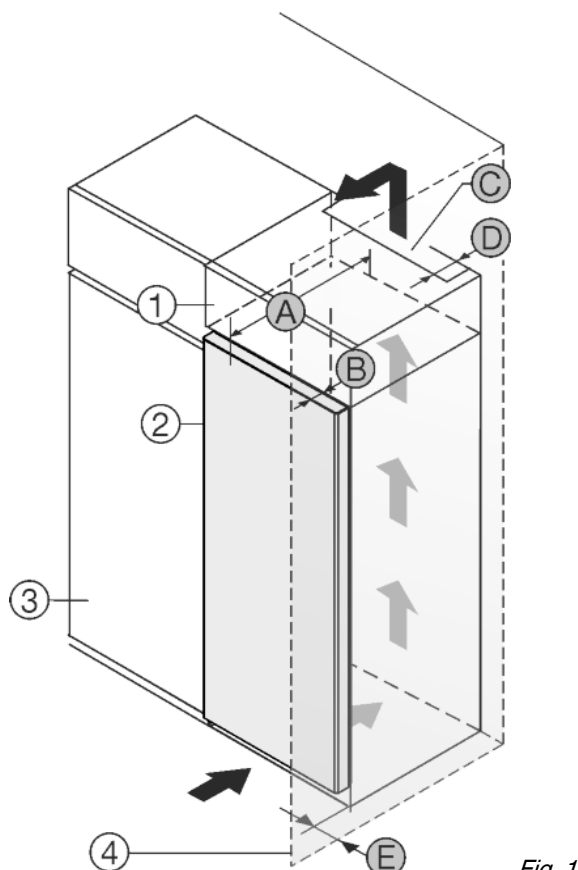

Fig. 1
Установите устройство непосредственно рядом с кухонным шкафом Fig. 1 (3).*
На задней стенке дополнительного шкафчика должен быть вентиляционный канал с глубиной Fig. 1 (D) по всей ширине этого шкафа.
Нужно соблюдать вентиляционное отверстие Fig. 1 (C) под нижней панелью.
Если устройство установлено на шарнирах у стены Fig. 1 (4), то расстояние между устройством и стеной должно составлять не менее 40мм. Настолько выступает ручка при открытой дверце.